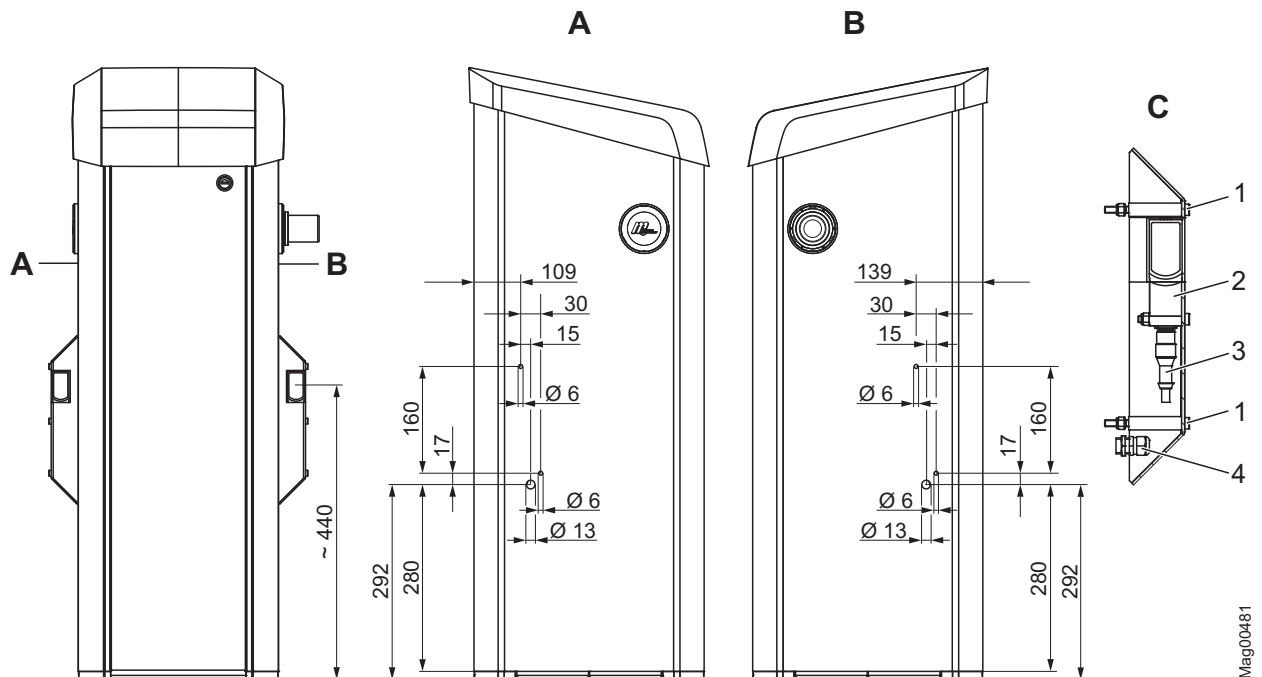

Bild 25: Montera sändarens fotocellshus på bomhuset (mått i mm)
1. Borra hål för fotocellshuset enligt Bild 25 på bomhuset.